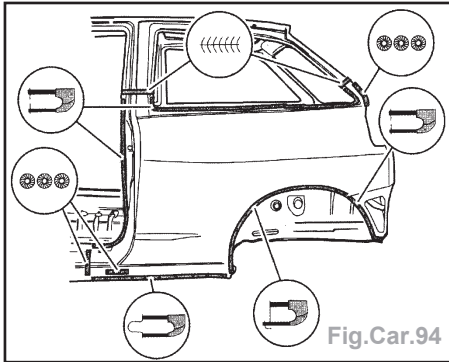

Fig.Car.94
- Souder par points sous atmosphère gazeuse les points d'assemblage montrés sur la figure et ensuite meuler (Fig.Car.94 à 96).